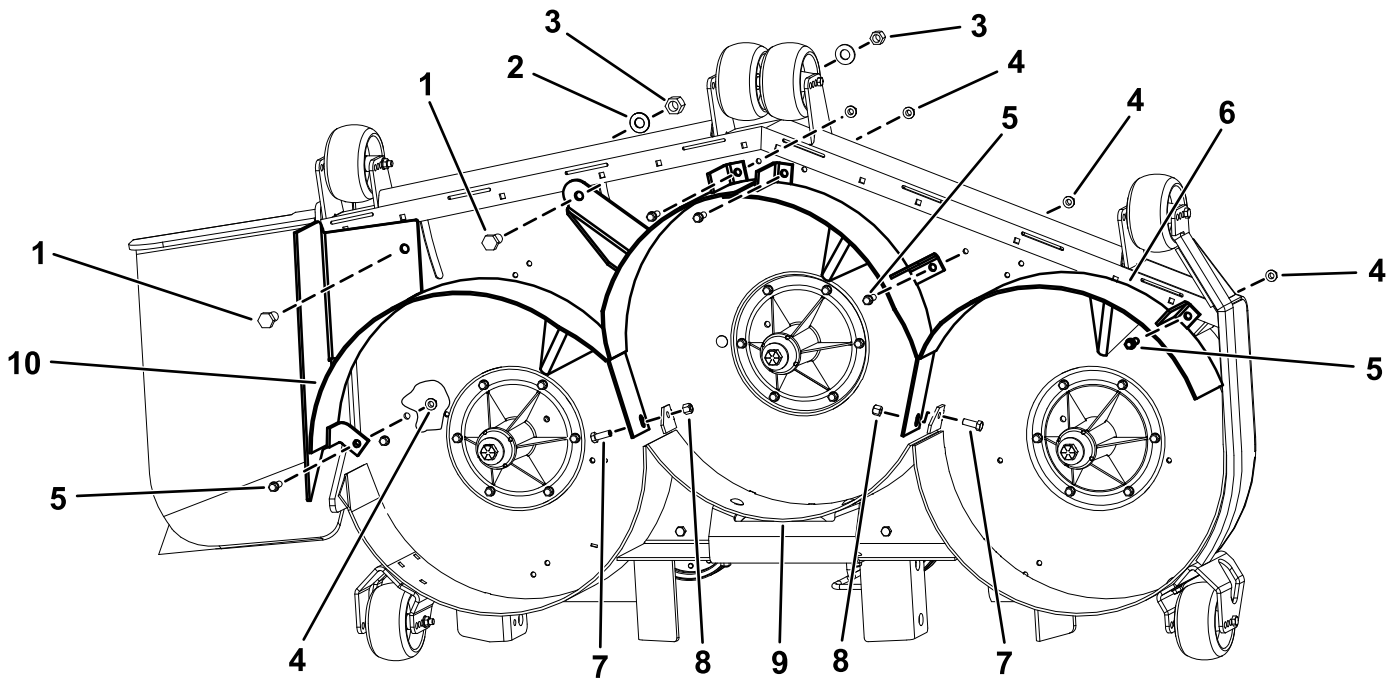

Bild 3
1. Montieren Sie das rechte Ablenkblech am Mähwerk (**Bild 3**).
2. Befestigen Sie das rechte Ablenkblech mit zwei Schrauben ($\frac{1}{2}" \times 1"$), zwei Blebschrauben ($\frac{3}{8}" \times 1"$), zwei Muttern ($\frac{1}{2}"$), zwei Unterlegscheiben ($\frac{1}{2}"$) und zwei Bundmuttern ($\frac{3}{8}"$) lose an der Oberseite des Mähwerks, wie in **Bild 3** dargestellt.
3. Befestigen Sie das rechte Ablenkblech mit einer Schraube ($\frac{3}{8}" \times 1"$) und einer Mutter ($\frac{3}{8}"$) am hinteren Ablenkblech, wie in **Bild 3** dargestellt.
4. Montieren Sie das linke Ablenkblech am Mähwerk (**Bild 3**).
5. Befestigen Sie das linke Ablenkblech mit drei Blebschrauben ($\frac{3}{8}" \times 1"$) und und drei Bundmuttern ($\frac{3}{8}"$) lose an der Oberseite des Mähwerks, wie in **Bild 3** dargestellt.
6. Befestigen Sie das linke Ablenkblech mit einer Schraube ($\frac{3}{8}" \times 1"$) und einer Mutter ($\frac{3}{8}"$) am hinteren Ablenkblech, wie in **Bild 3** dargestellt.